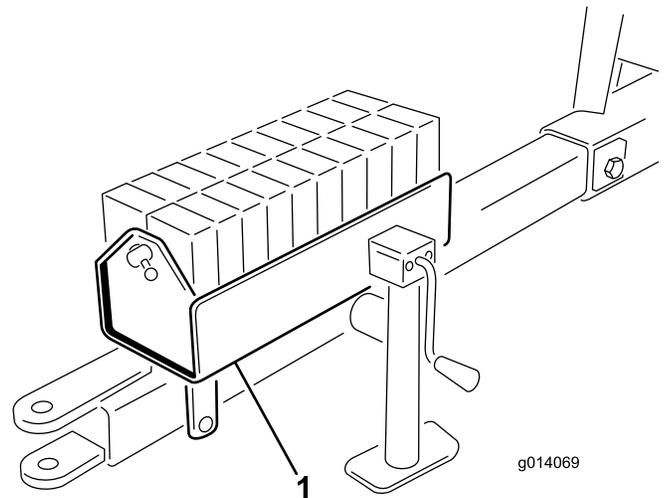

図 6
5. ウェイトケースにウェイトを入れ、バーとピンを取り付ける（図 6）。